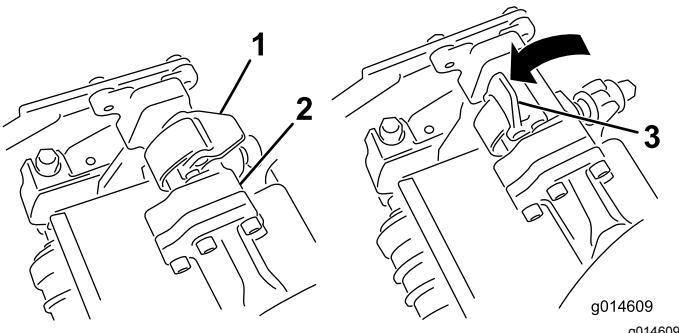

Figura 42
3. Con i fermi del braccio di sospensione rivolti verso l'alto (cioè aperti) (Figura 42), premete il braccio di sospensione verso il basso in modo che la barra si inserisca nella barra della parte superiore dell'apparato di taglio (Figura 43).
4. Chiudete i fermi spostandoli verso il basso e attorno alla barra dell'apparato di taglio, quindi bloccateli in posizione (Figura 42).
4. Aprite i fermi sulla barra del braccio di sospensione dell'apparato di taglio che state rimuovendo (Figura 42).